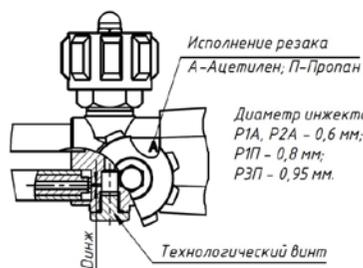

Рис.3 – Резаки серии **LATION**: P1A, P1П(У), P2A-12, P3П-12(У)
- для резаков серии **LATION**: P1A, P1П(У), P2A-12, P3П-12(У) выкрутить технологический винт и прочистить инжектор (см. рис.3)